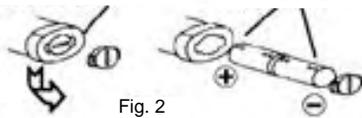

Fig. 2
1. Zum Einsetzen der Batterien den Verschluss des Batteriefachs unten am Gerät wie gezeigt herauschieben, und Batterien einlegen. Der positive Pol muss rückwärts, gegen Verschluss, zeigen. (siehe Abb. 2).